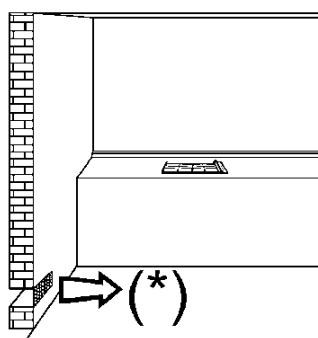
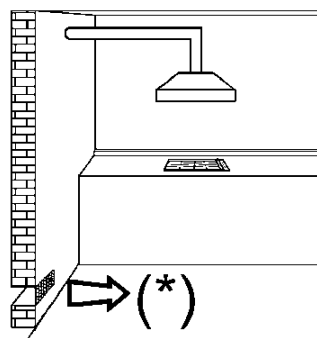
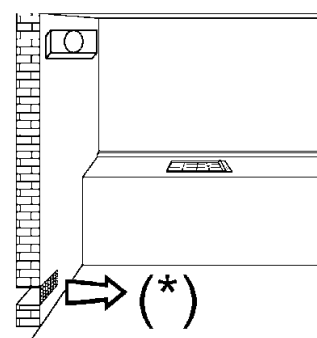

FIG. 1
FIG. 2
FIG. 3
- *queimadores com dispositivo de falha de chama só pode ser inflamado quando o botão tem-se relacionado com o total de Setembro, sobre a posição (chama grande fig. 1).*
- a utilização dum aparelho de cozinhar a gás produz calor e humidade no local onde está instalado, portanto, é necessário garantir uma boa ventilação do local, mantendo as aberturas da ventilação natural desobstruídas (fig. 1) e activando o dispositivo de ventilação mecânico (ver. fig. 2 e fig. 3).
Para que o aparelho funcione correctamente, é indispensável que o local de instalação seja permanentemente ventilado. A quantidade de ar necessária é a exigida pela combustão regular do gás e pela ventilação do local, cujo volume não poderá ser inferior a 20 m³. O ar deve entrar naturalmente por via directa através de aberturas permanentes, que atravessam a parede do local a ventilar, alcançando o lado exterior com uma secção mínima de 100 cm² (veja fig. 1).
Os aparelhos para cozinhar a gás devem sempre libertar os produtos da combustão por meio de exaustão ligada a chaminés ou directamente ao exterior (veja fig. 2). Caso não exista a possibilidade de aplicação de exaustão, admite-se o uso de um ventilador eléctrico instalado na janela ou numa parede que dê para o exterior, o qual deverá funcionar junto com o aparelho (veja fig. 3), desde que a Norma em vigor em matéria de ventilação seja respeitadas.